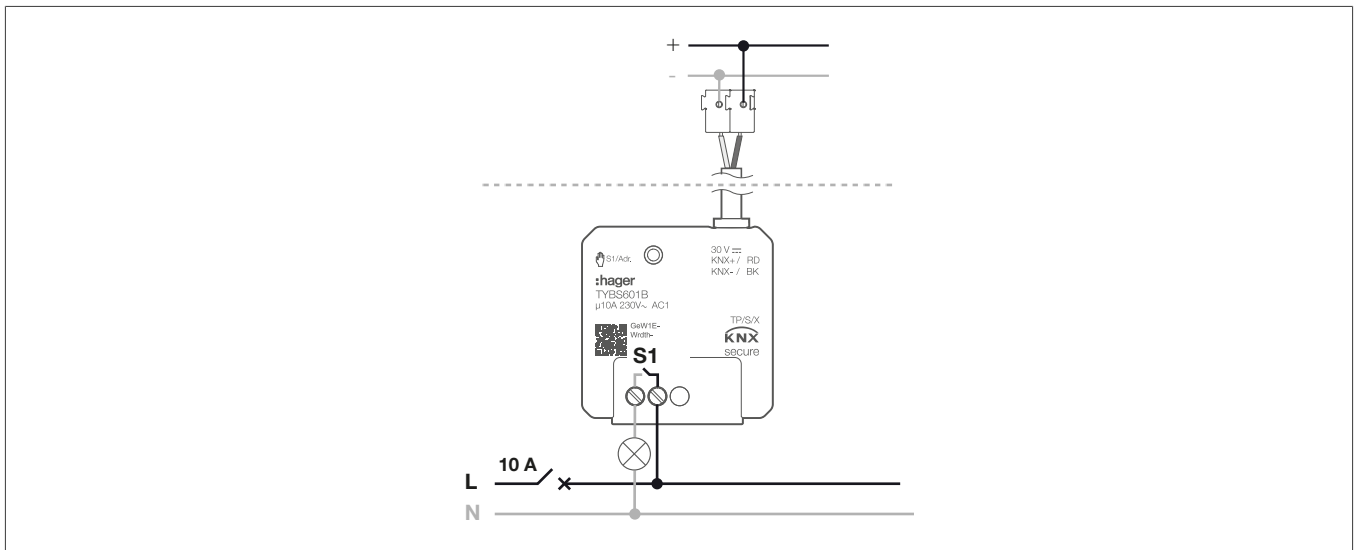

Abbildung 3: Anschlussplan TYBS601B
- Gerät gemäß Anschlussplan (Abb. 3) anschließen.